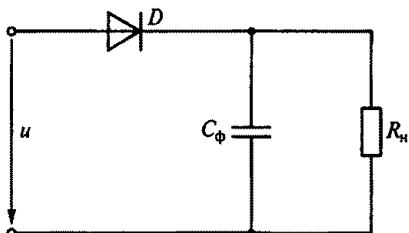

Рис. 198
8.8. Как изменится коэффициент пульсаций выпрямленного напряжения выпрямителя с емкостным фильтром (рис. 198) при уменьшении сопротивления нагрузки R_n ?